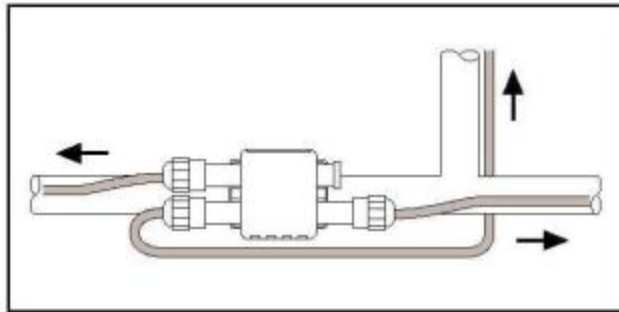

Figure 5 - Rayclik-T-02 : Jonction en T
- Rayclik-T-02 : Jonction en T (*figure 5*),